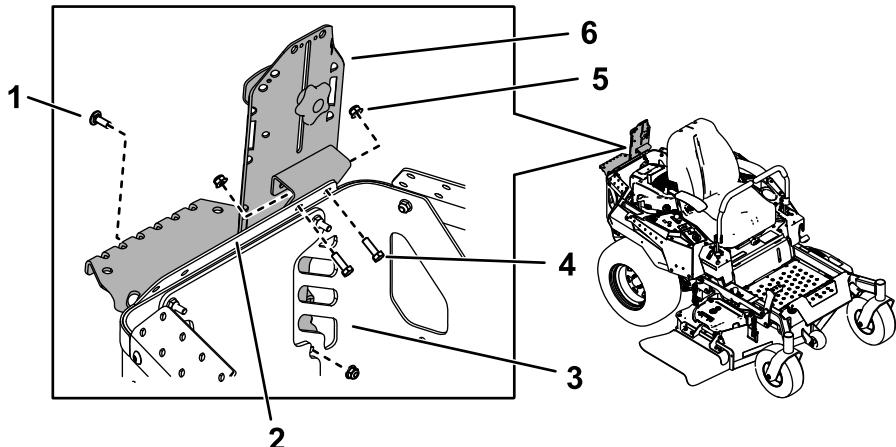
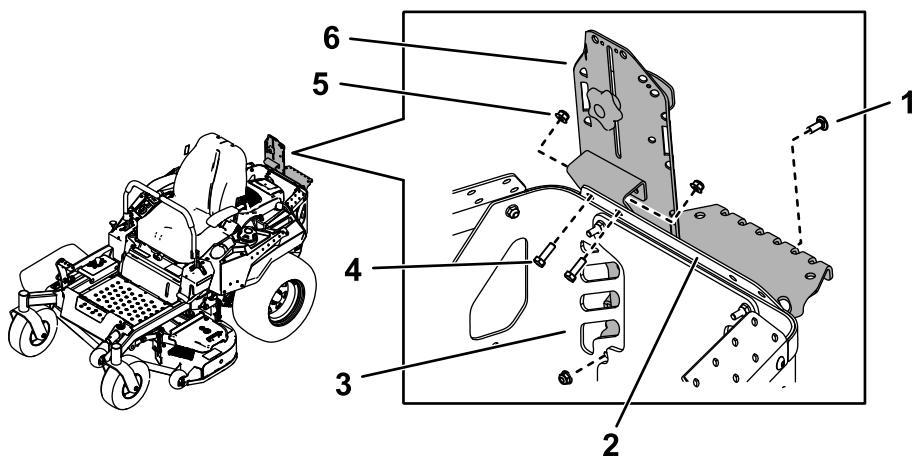

Bild 15
Bild 16
1. Befestigen Sie die Befestigung mit zwei Schrauben (5/16" x 1") und zwei Muttern (5/16") an der rückwärtigen oberen Schutzworrichtung, wie in Bild 15 oder Bild 16 dargestellt.
3. Befestigen Sie das untere Ende der Haupthalterung mit einer Schlossschraube (5/16" x 7/8") und einer Mutter (5/16") an der hinteren Motorschutzworrichtung, wie in Bild 15 oder Bild 16 abgebildet.